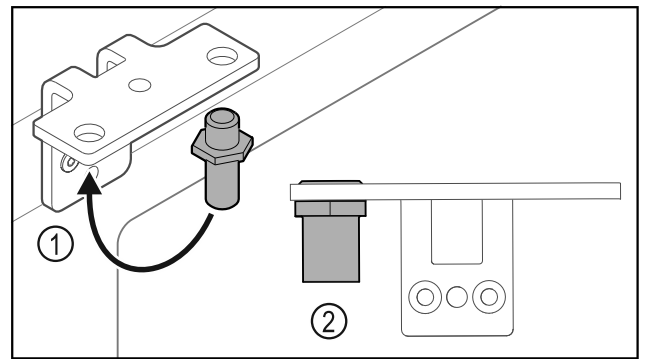

Fig. 36
- ▶ Cambiar la posición del perno Fig. 36 (1) en la escuadra de bisagra.
- ▶ Apretar el perno Fig. 36 (2) con un **par de 12 Nm**.